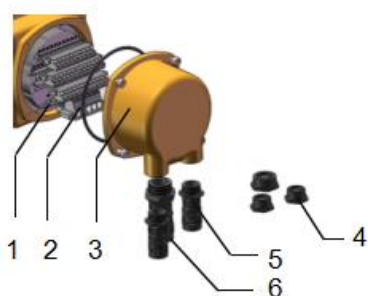
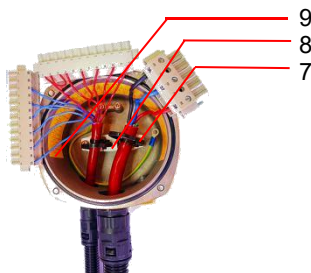

图 1
图 2
- 图 1、图 2 为电缆连接的示意图；接线盒盖内扎带 7 为活扣扎带。